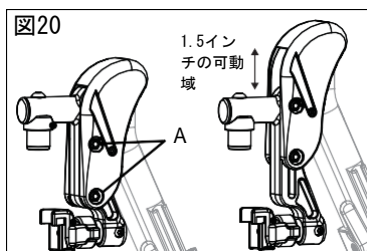

図20
1. 10mmのソケットレンチを2本使用し、カバーの2ヶ所のナット (図20:A) を緩めます。
3. 調整後、2ヶ所のナットを締めます (図20:A)。